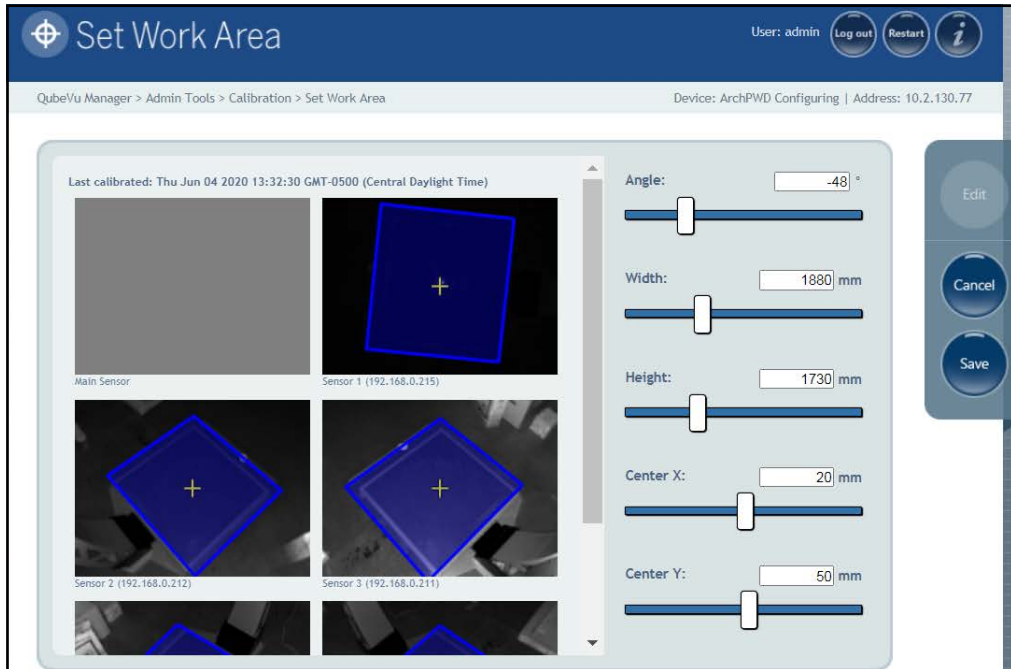

Figura 5-16. Configuración de la zona de trabajo
**NOTA:** Los valores predefinidos que se muestran en la Figura 5-16 son solo para referencia. Consulte la Tabla 5-2 para conocer los valores predefinidos.